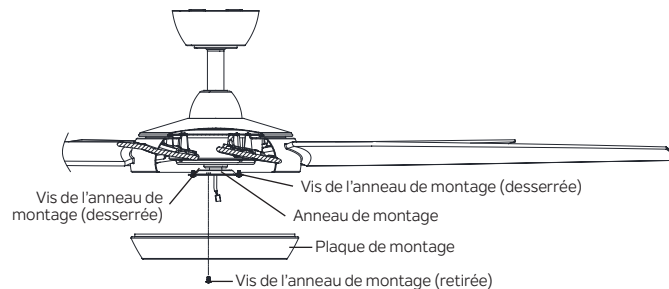

Fig. 16
Étape 1. Desserrez deux des vis de la bague de montage fixée à l'arbre du moteur, puis retirez et conservez la troisième vis de la bague de montage. (Fig. 16)
Étape 2. Placez les trous de fixation de la plaque de montage sur les deux vis de l'anneau de montage qui ont été desserrés sur l'anneau de montage, et tournez la plaque de montage (dans le sens des aiguilles d'une montre) jusqu'à ce qu'elle s'enclenche contre les vis de l'anneau de montage au niveau des sections étroites des trous de fixation. (Fig. 16)
Remplacez la troisième vis de l'anneau de montage qui a été retirée précédemment et serrez les trois vis de l'anneau de montage pour fixer le tout. (Fig. 16)